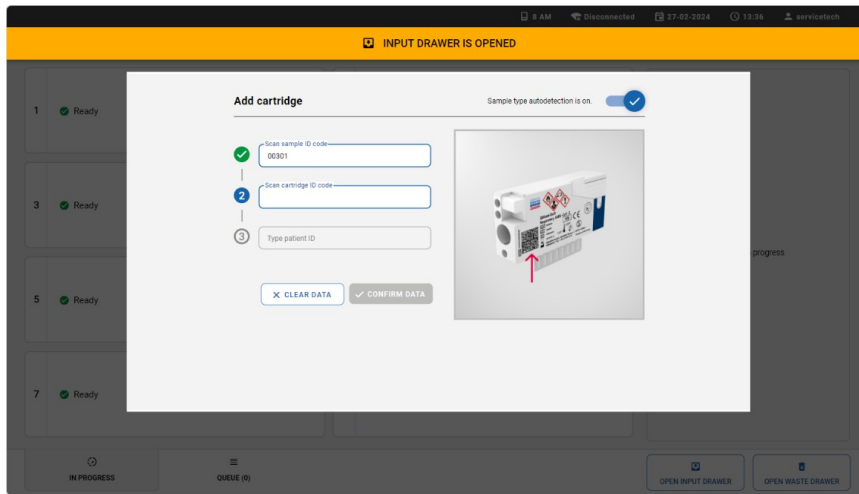

Abbildung 15. Bildschirm zum Scannen der Kartuschen-ID.
2. Scannen Sie den Kartuschen-ID-Barcode. Der QIAstat-Dx Rise erkennt den durchzuführenden Assay automatisch anhand des Barcodes der QIAstat-Dx Assay-Kartusche (Abbildung 15).